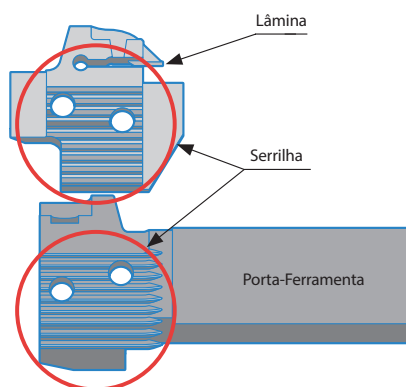

Fig.1
- Use ar comprimido ou outras medidas para remover os cavacos e a poeira da parte serrilhada. (veja Fig.1)